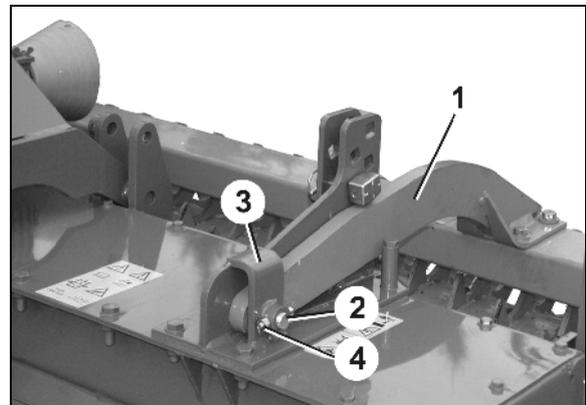

Fig. 29
Os rolos devem ser fixos na máquina de preparação do solo por meio de 2 braços de suporte (Fig. 29/1).
3. Fixar os braços de suporte (Fig. 29/1) do rolo nas peças de apoio (Fig. 29/3) da máquina de preparação do solo com cavilhas (Fig. 29/2) e proteger com o parafuso e a porca (Fig. 29/4).
2. Soltar os parafusos com porca (Fig. 29/4), puxar as cavilhas (Fig. 29/2) dos braços de suporte.